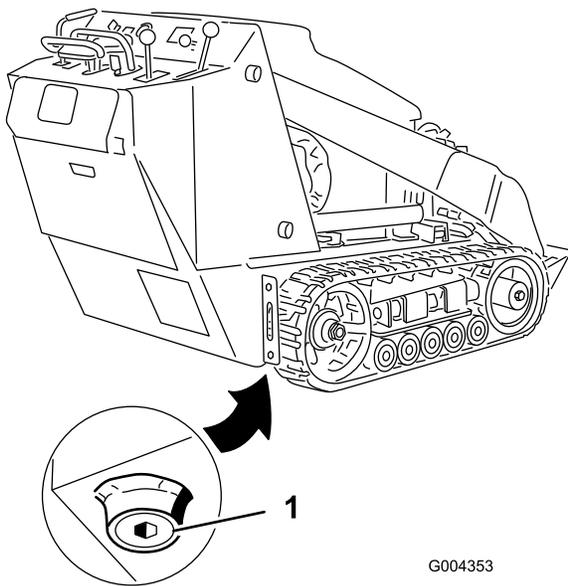

Bild 38
4. Nehmen Sie die Ablassschraube ab (Bild 38).